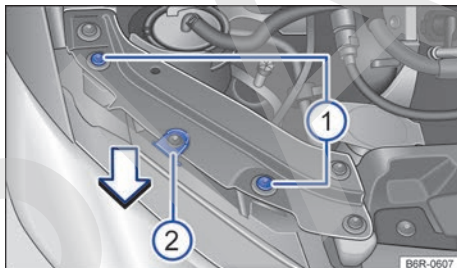
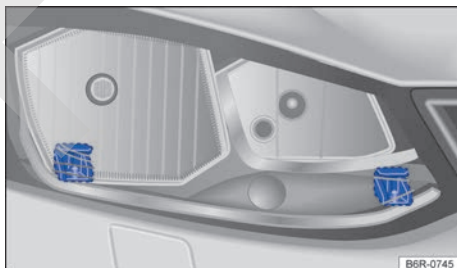

Fig. 146 En el vano motor: tornillos de fijación del faro derecho.
Fig. 147 Guías para el montaje del faro derecho.
- Desenrosque los tornillos → fig. 146 ① con la llave Torx.
- Desenganche de la guía la parte inferior del faro hacia delante, en el sentido de la flecha → fig. 146. ▶
- Retire del vehículo el faro completo, hacia delante → ❶.
- Introduzca el faro en el vehículo hasta el tope superior central → fig. 146 ❷. Asegúrese de que el faro encastre correctamente en las guías inferiores → fig. 147 → ❶.
- Enrosque los tornillos → fig. 146 ❶ en la carcasa del faro.
- Presione el faro contra el tope superior central → fig. 146 ❷ y apriete los tornillos ❶ con la llave Torx.